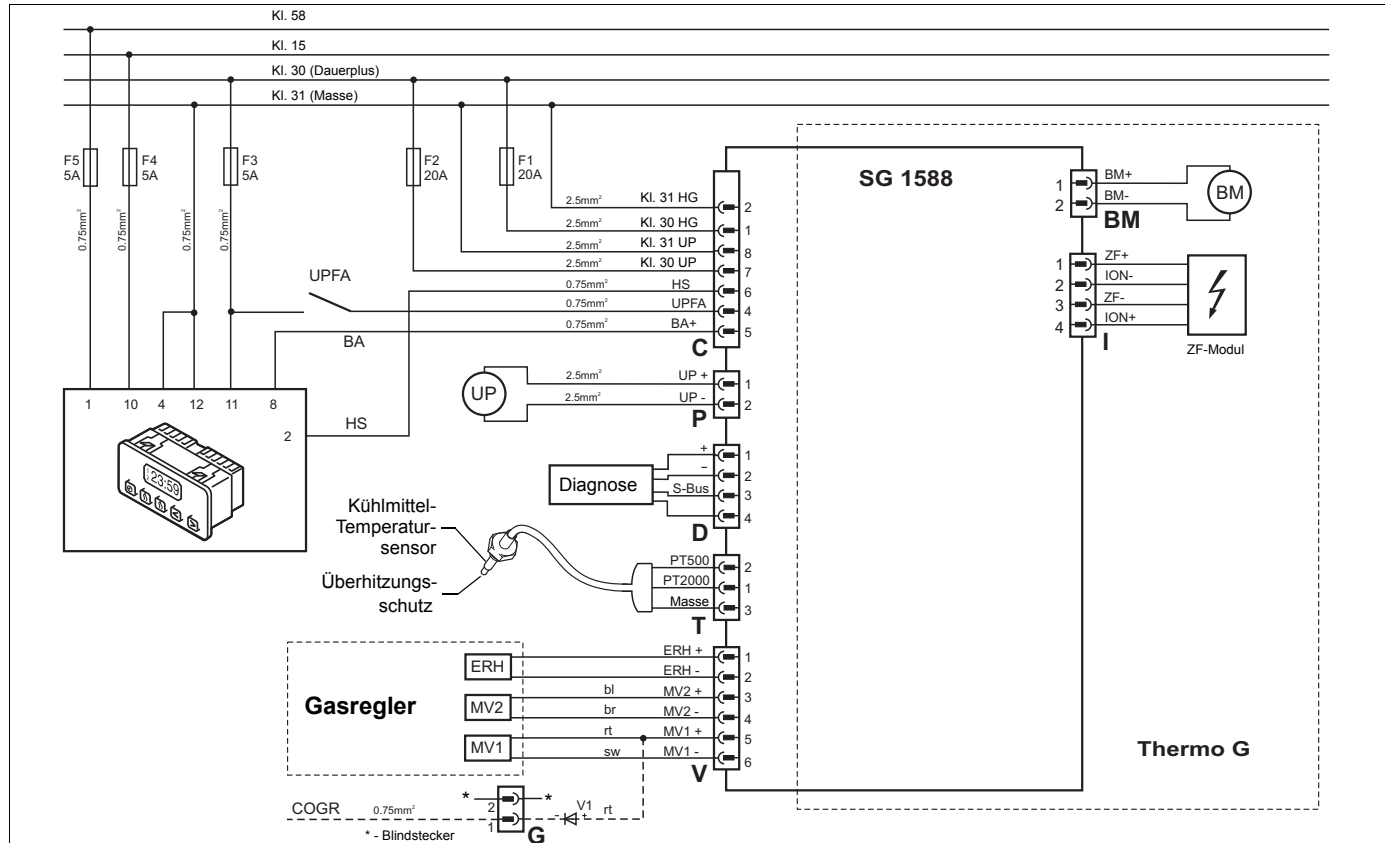

Bild 9: Systemschaltung für das Heizgerät Thermo G mit Vorwählur, Legende siehe Seite 20
- sind alle Systemkomponenten korrekt gemäß Sytemschaltplan in Bild 9 oder 10 angeschlossen, sitzen alle Stecker fest, sind alle Sicherungen vorhanden und in Ordnung